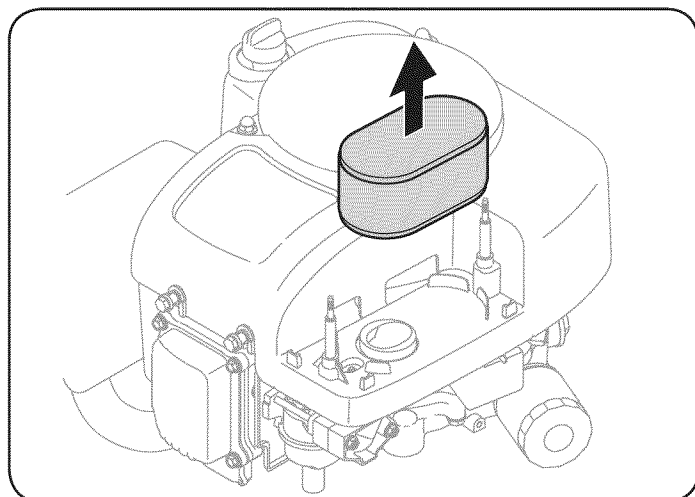

Figure 42
2. Retire el filtro de aire. Vea la Figure 42.